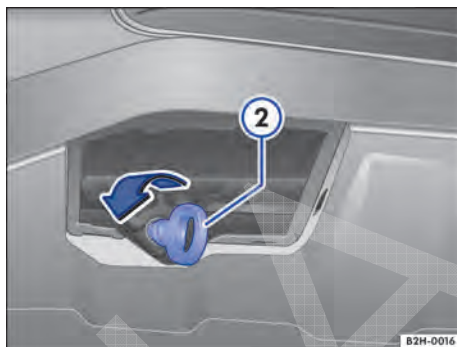

Fig. 184 No para-choque dianteiro à direita: rosquear a argola de reboque.
- Girar a argola de reboque ⇒ **Fig. 184 ②** tão firmemente quanto possível **para a esquerda** no alojamento ⇒ **①**. Utilizar um objeto apropriado com o qual a argola de reboque possa ser rosqueada totalmente e com firmeza no alojamento.